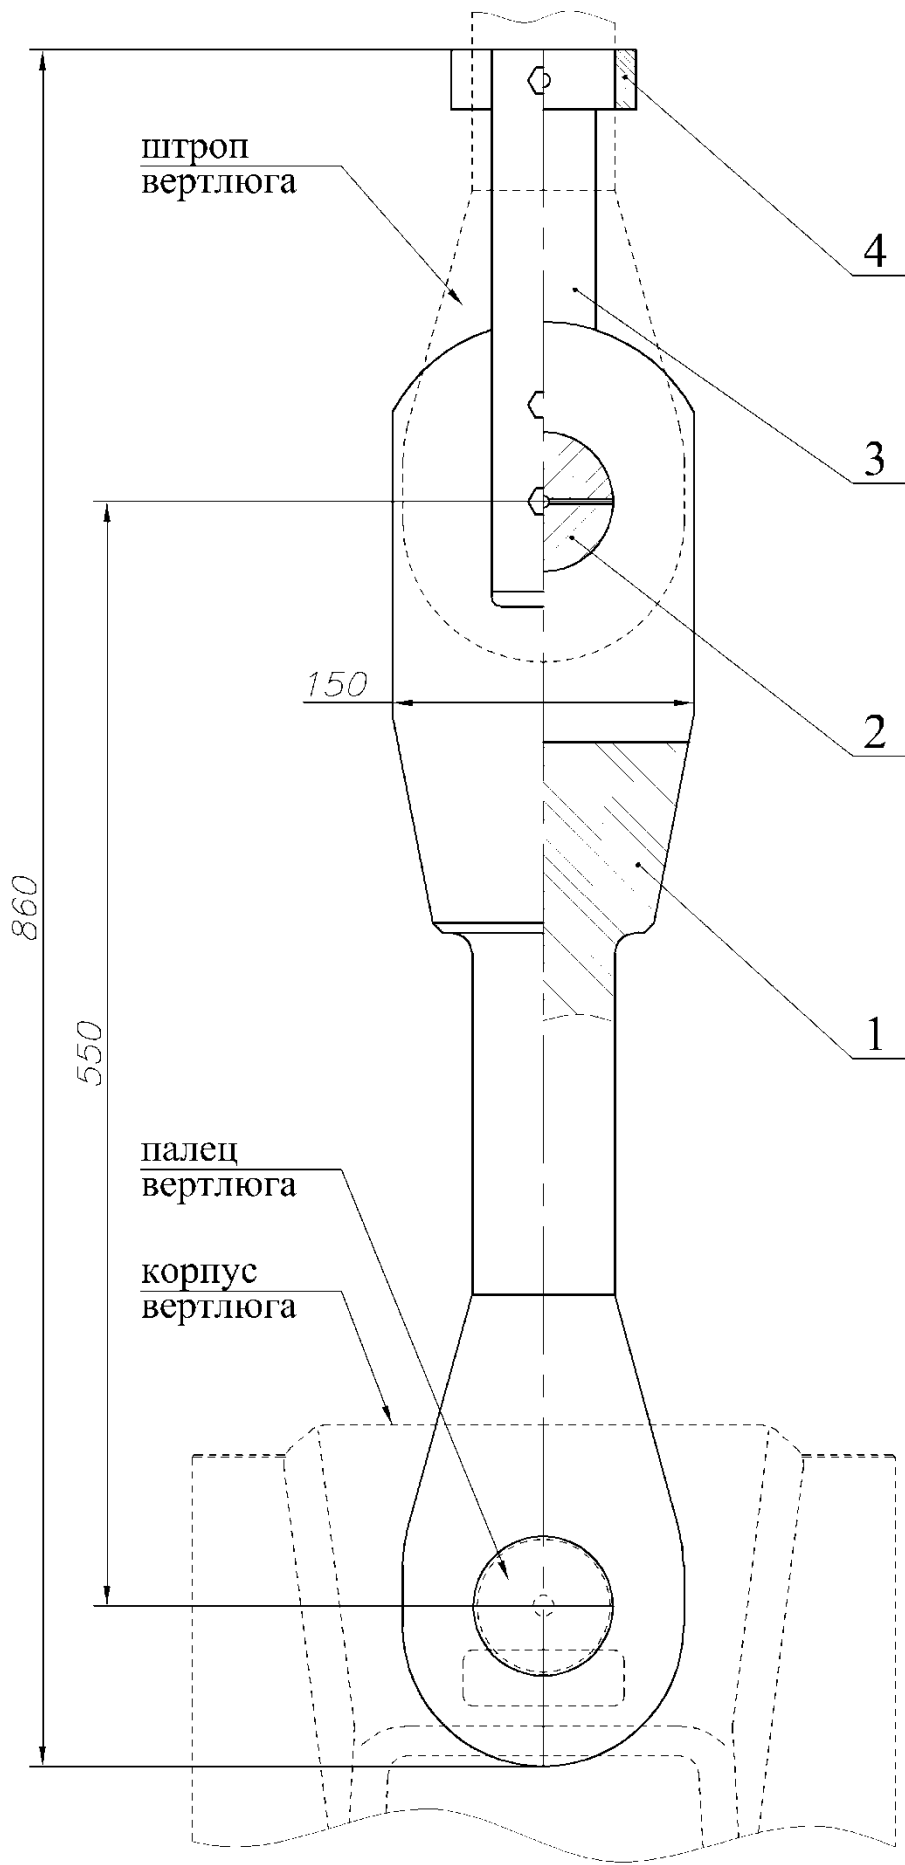

Рис. 1
7.1. Удлинитель (рис.1) состоит из серьги-вилки 1, соединительного пальца